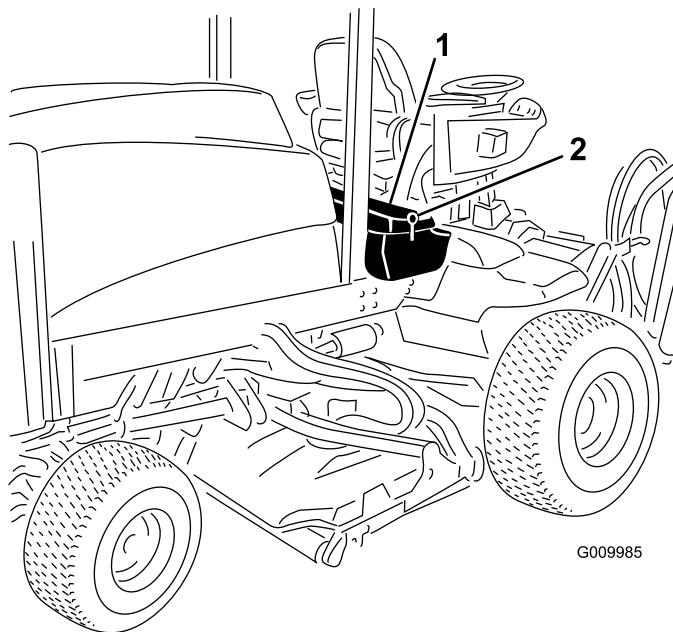

図 35
- 運転席のコンソールパネルのラッチを外して持ち上げる図 35。